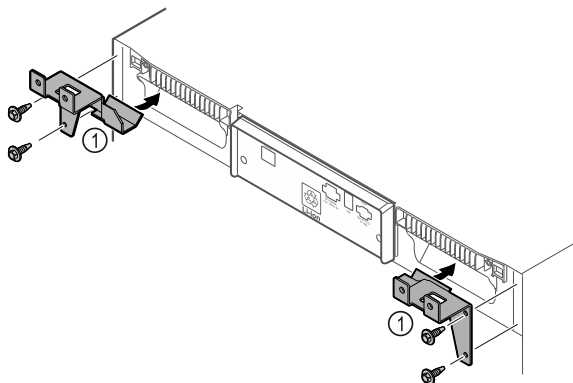

Fig. 11
- ▶ Montați părțile de susținere Fig. 11 (1) pe aparat cu șuruburile autofiletante.